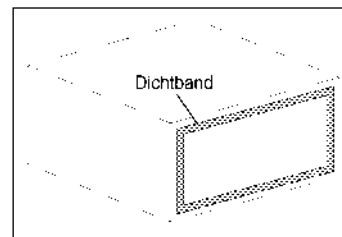

Abb. 1
1. Kleben Sie das mitgelieferte Dichtband bündig mit der Innenkante auf (Abb. 1).